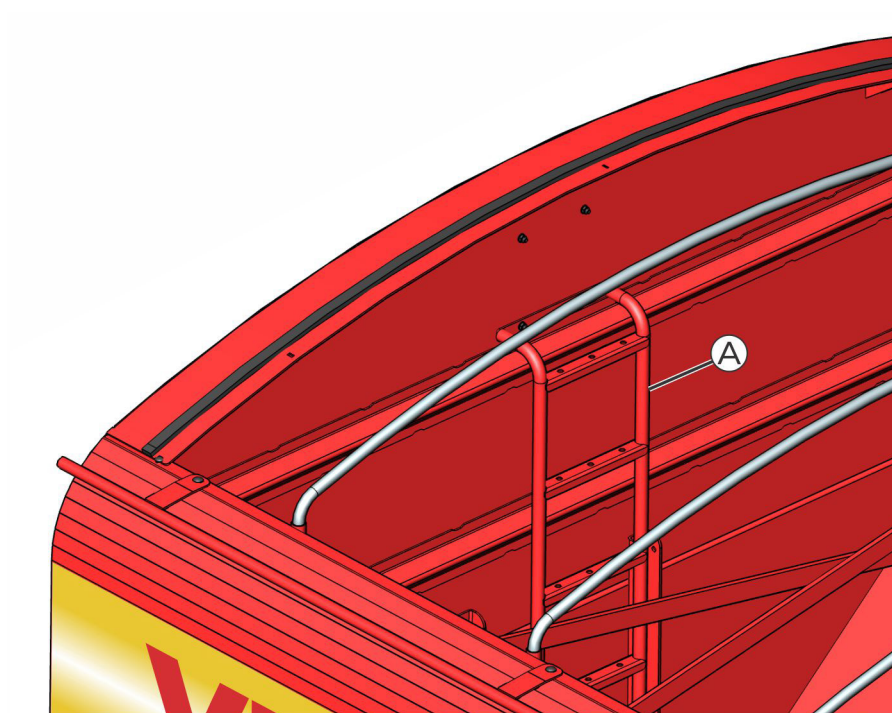

fig. 08
Cuando un trabajador utiliza una escalera interna (A) (fig. 08), debe asegurarse de que no se descarguen granos en esta, para evitar riesgo de asfixia; el remolque tampoco puede ponerse en funcionamiento para evitar accidentes con el sinfín de la máquina.